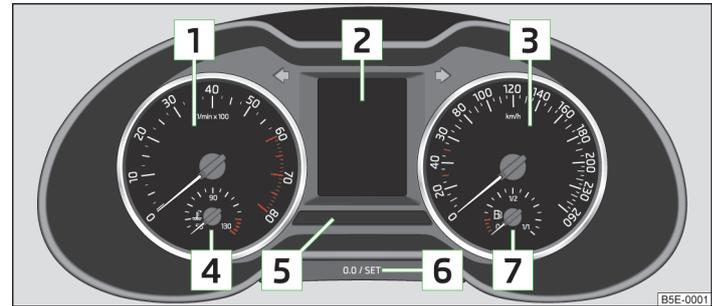

Abb. 2 Kombi-Instrument
Der rote Skalabereich des Drehzahlmessers **1** » Abb. 2 auf Seite 8 kennzeichnet den Bereich, in dem das System beginnt, die Motordrehzahl zu begrenzen. Das System begrenzt die Motordrehzahl automatisch auf einen sicheren Grenzwert.
Die Kühlmitteltemperaturanzeige **4** » Abb. 2 auf Seite 8 arbeitet nur bei eingeschalteter Zündung.
Die Kraftstoffvorratsanzeige **7** » Abb. 2 auf Seite 8 arbeitet nur bei eingeschalteter Zündung.
Der Tageskilometerzähler wird durch kurzes Drücken der Taste  » Abb. 2 auf Seite 8 zurückgesetzt.
- › Die Taste  » Abb. 2 auf Seite 8 drücken und gedrückt halten, bis **Uhrzeit** angezeigt wird.
- › Die Taste  » Abb. 2 auf Seite 8 drücken und gedrückt halten, bis im Display **Service** angezeigt wird.